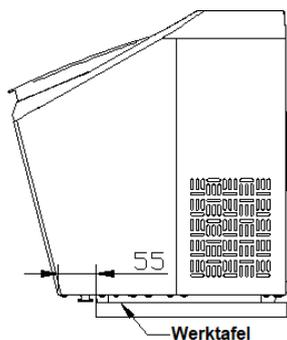
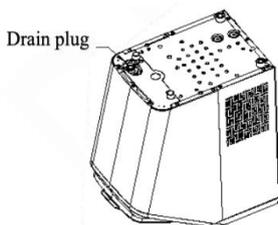
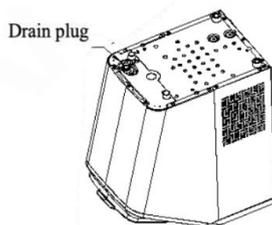

Fig.1
Fig.2
Fig.3
3. Haal het apparaat naar voor tot 60mm over de tafelrand en open de plug om het overtollige water te verwijderen (zie Afb.1, Afb.2 en Afb.3).